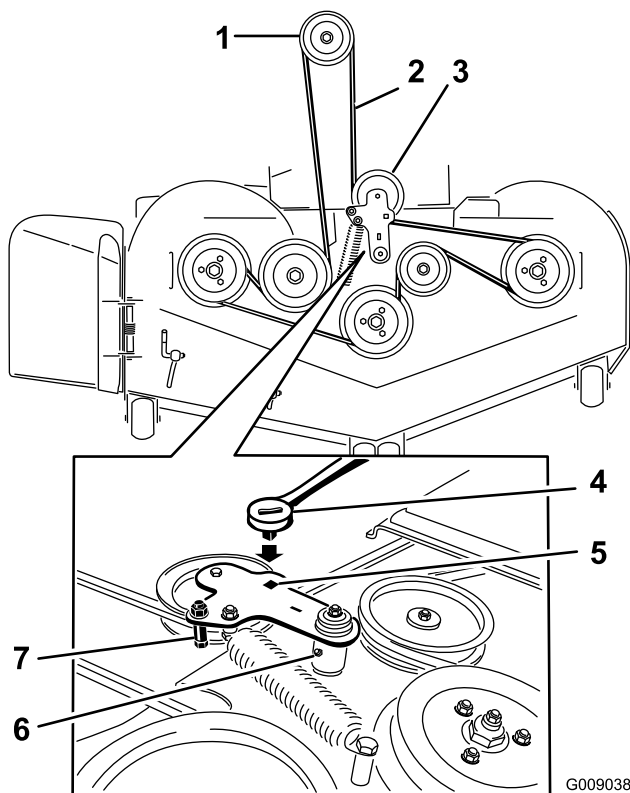

Figura 99
5. Levante la chapa de suelo e introduzca una llave dinamométrica en el taladro cuadrado del brazo tensor de la carcasa (Figura 99).
6. Gire cuidadosamente el brazo tensor de la carcasa en sentido horario y retire la correa del cortacésped (Figura 99).